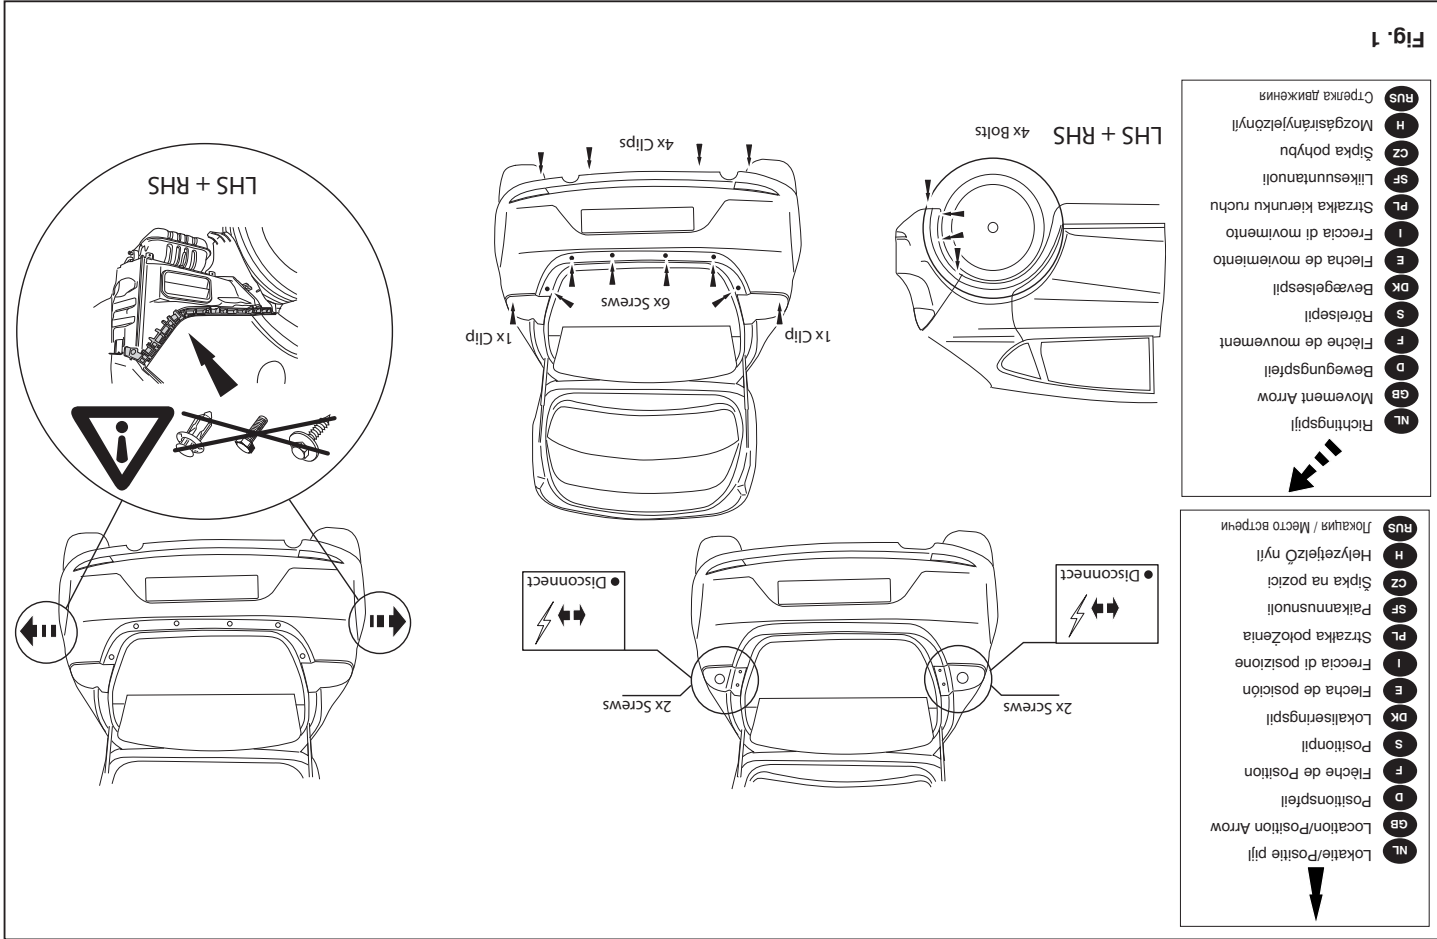

Fig. 1
3. Die Stoßstange abmontieren. Siehe Abbildung 1.
2. Démontez les feux arrière. Voir la figure 1.
3. Démontez le pare-chocs. Voir la figure 1.
3. Demonter kotangeren. Se fig. 1.